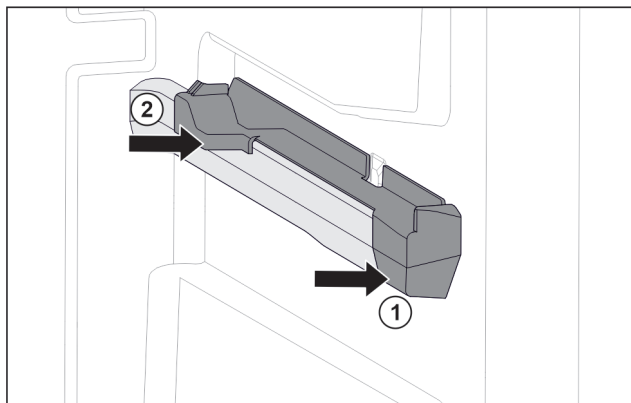

Fig. 53 Násuvný diel na pravom rebre nádoby
- ▶ Nasadte násuvný diel vpredu na rebro nádoby. Fig. 53 (1)
- ▶ Pritlačte násuvný diel vzadu. Fig. 53 (2)